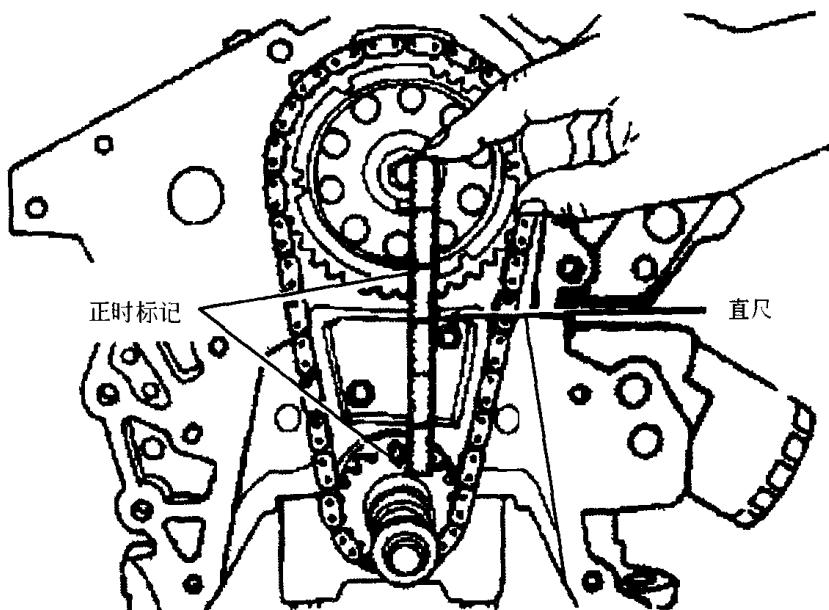

图 1-5
4. 为拆下正时链,转动曲轴以对准正时标记。拆下凸轮轴链轮固定螺栓、垫圈、凸轮轴链轮,正时链和曲轴链轮。见图 1-5。
3. 在凸轮轴上安装凸轮轴链轮,确保正时标记对准,见图 1-5。安装垫圈和凸轮轴链轮螺栓,拧紧凸轮轴链轮螺栓至规范。